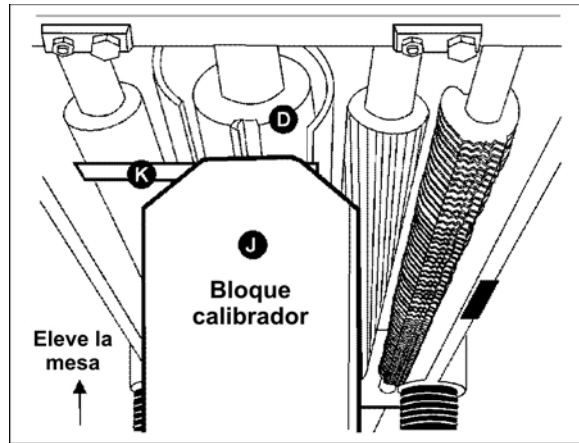

Figura 26
3. Coloque el bloque calibrador (F, Figura 26) sobre la mesa directamente por debajo de la cabeza de corte (D, Figura 26).